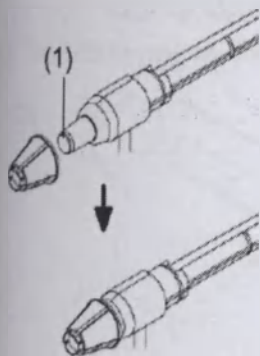

Рис. 3
Нанесите немного ультразвукового геля на контактную часть (1) биометрического датчика и закройте датчик иммерсионной насадкой (Рис. 3).